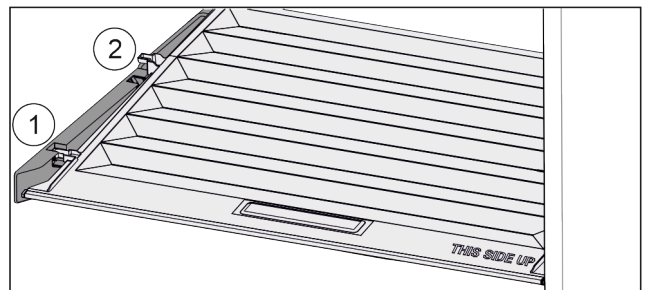

Fig. 42
- ▶ Deksel tot de opening in de vasthoud delen naar voren trekken Fig. 42 (1).
- ▶ Aan de achterkant vanaf de onderkant omhoog tillen en vanaf de bovenkant verwijderen Fig. 42 (2).